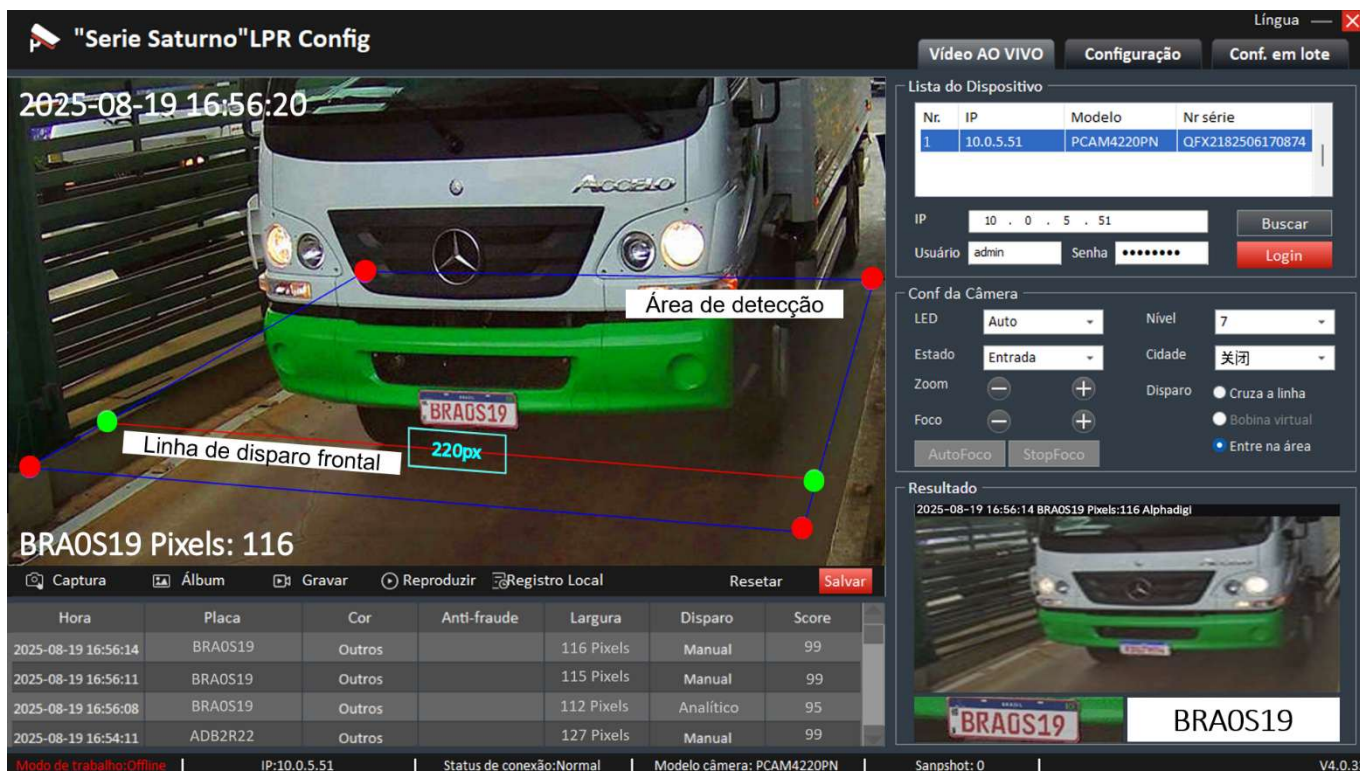

Figura 20 - Página inicial do QLPR Config
Abra a aplicação "QLprConfig" e insira o endereço IP do dispositivo, o usuário e a senha na área de configuração mostrada na Figura 20 para efetuar o login na interface simplificada da seguinte maneira:
No vídeo, você pode definir a área de reconhecimento da placa (quadro quadrilátero) e a linha de disparo de captura (linha central), ou seja, quando o veículo passar pela linha, gerará o evento de captura, além de uma caixinha (cor ciano) no meio da linha de disparo para medir o tamanho de pixels da placa. As capturas serão enfileiradas e a cada nova captura uma foto de contexto do veículo e o recorte da placa será gerada (canto inferior do lado direito da Figura 20).
- Entre na área vai gerar uma captura de placa sempre que uma placa adentrar a Área de Detecção (Figura 20), independente da direção;
- Cruza a linha vai gerar uma captura no momento que a Linha de Captura (Figura 20) for cruzada, de acordo com o sentido definido em Direção.